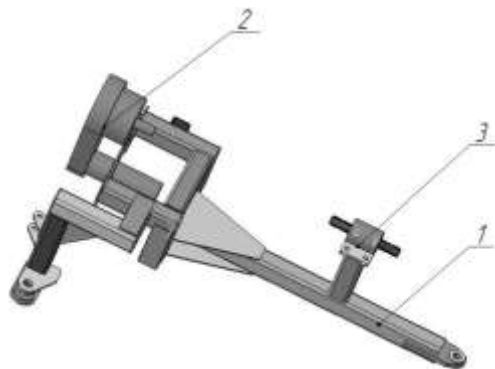

Рисунок 2. Навесное устройство
2.3 Навесное устройство (рис.2) состоит из сварной конструкции навески – 1, привода косилки – 2, и промежуточной опоры – 3 для крепления карданного вала.